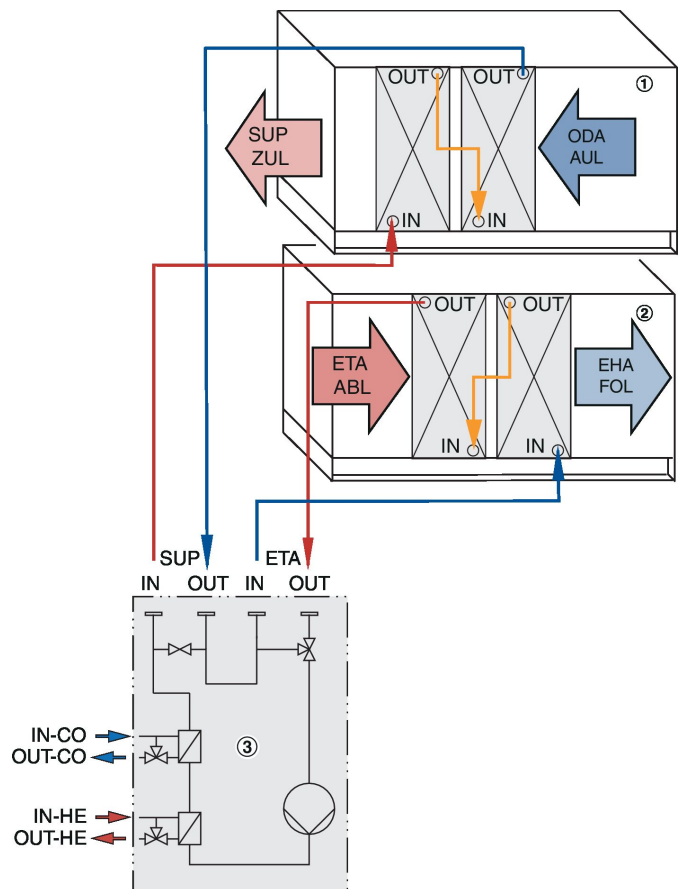

Abb. 20: Hydraulischer Anschluss (Beispiel)
- ① Zuluftgerät
- ② Abluftgerät
- ③ Hydraulikstation
1. Rohrverbindung zwischen Wärmeübertrager und Hydraulikstation herstellen (Abb. 20).
2. ▶ Bei KV-Systemen mit externer Einspeisung, die Anschlüsse zur Externen Einspeisung herstellen (Abb. 20).